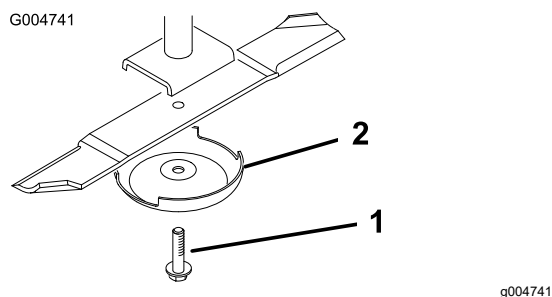

Figura 25
- Scoatei urubul lamei, cupa anti-scalp i lama de pe arborele axului (Figura 25).